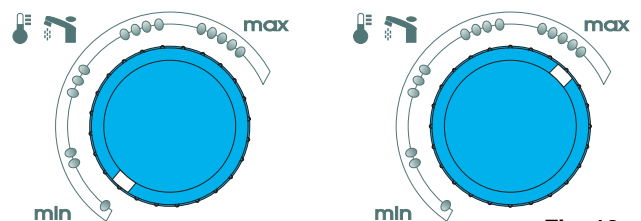

Fig. 12
De watertemperatuur kan worden ingesteld door de knop (22) in te stellen tussen de stand **min** en **max** (Fig. 12)